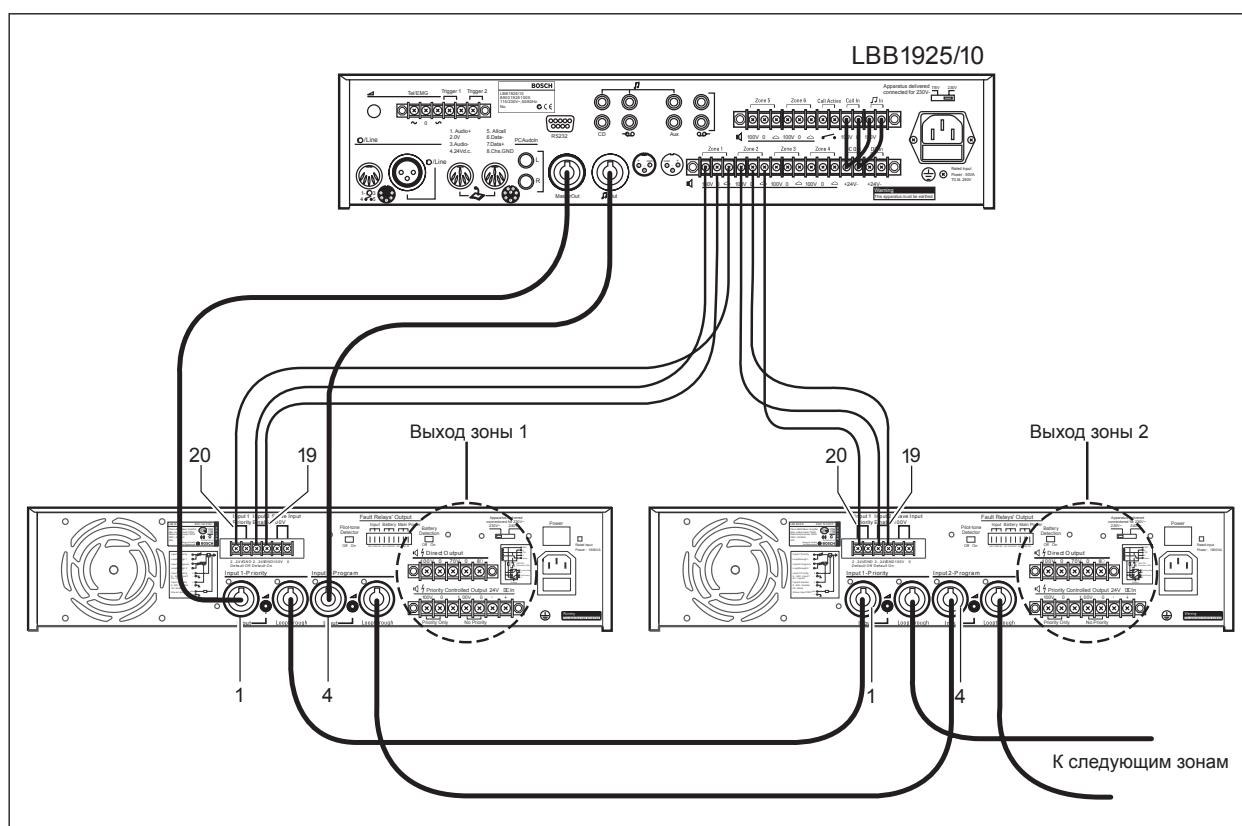

рисунок 3.7: Приоритетный вход и клеммы управления
**Пример использования клемм управления усиления мощности (см. рисунок 3.7)**